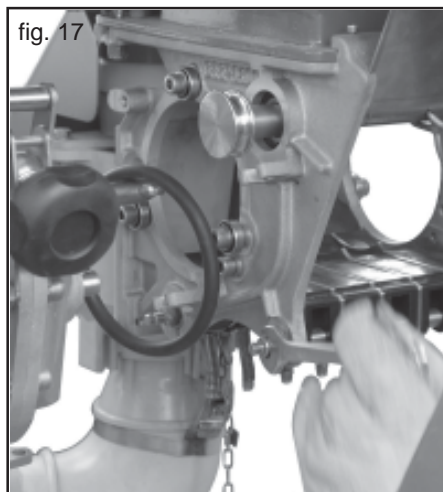

fig. 17
- 1) Zum Ausbau der Bodenklappe mit Schluessel 13mm die 4 Muttern der Achsen (vorne und hinten) (Abb. 17) soweit loesen.